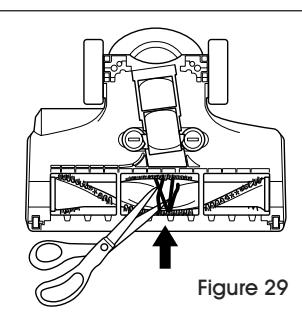

Figure 29
2. Enlevez tous les fils, les fibres de tapis et les cheveux qui auraient pu s'enrouler autour de la brosse de battage. (Voir Figure 29)